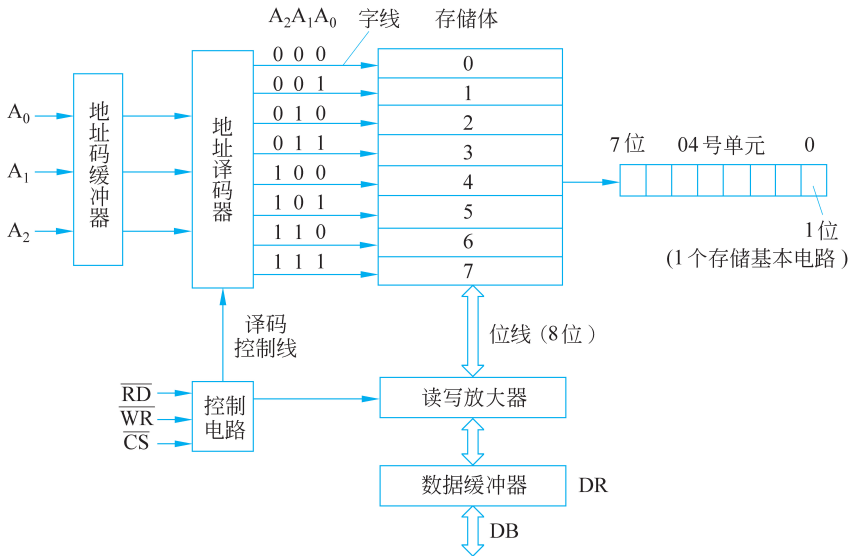

图 5-2 半导体存储器组成框图
半导体存储器的组成框图如图 5-2 所示。它一般由存储体、地址选择电路、输入输出电路和控制电路组成。
(1) 单译码方式:或称字结构,其全部地址码只用一个地址译码器电路译码,译码输出的字选择线直接选中与输入地址码对应的存储单元。如图 5-2 所示,有 A_2 、 A_1 、 A_0 3 根输入地址线,经过地址译码器输出 8 种不同编号的字线:000、001、010、011、100、101、110、111。这 8 条字线分别对应 8 个不同的地址单元。这种单译码方式需要的选择线数较多,只适用于容量较小的存储器。